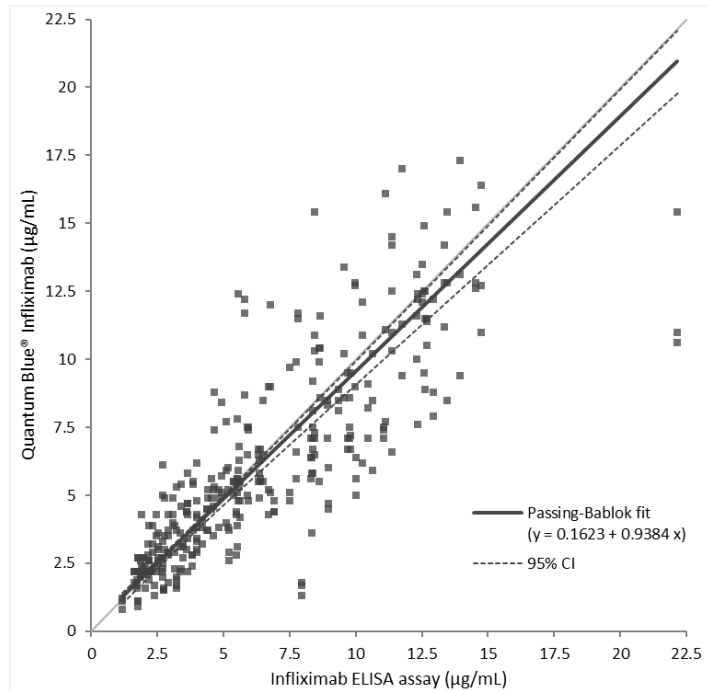

Abbildung 2
Die Methodenvergleichsstudie wurde gemäss der CLSI-Richtlinie EP09-A3 durchgeführt. Einhundertzehn (110) klinische Proben wurden in Dreifachbestimmung unter Verwendung von zwei Testkassettenchargen von Quantum Blue® Infliximab im Verlauf von drei Tagen gemessen. Referenzwerte mit einem Endkonzentrationsintervall von 1,2 – 22,2 µg/mL wurden mit einem kommerziell erhältlichen ELISA-Test für Infliximab ermittelt (Ref. 9). Die Abweichung wurde mithilfe einer Analyse der linearen Regression nach Passing-Bablok bestimmt. Die Ergebnisse sind in Abbildung 2 zusammengefasst.